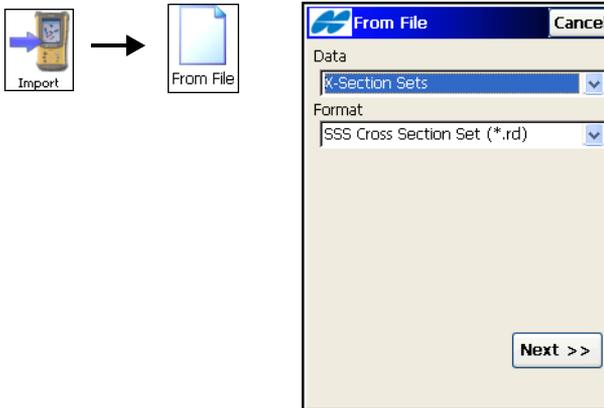

Abbildung 5-9. Aus Datei
1. Tippen Sie auf **Import ▶ aus Datei**. Wählen Sie im Fenster *aus Datei* die zu importierenden Daten und den Dateityp für den Importvorgang (Abbildung 5-9). Tippen Sie dann auf **Weiter**.